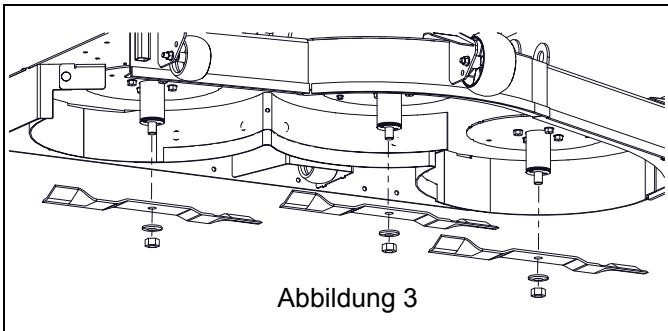

Abbildung 3
- Die drei 5/8" Sechskantmuttern und die Unterlegscheiben entfernen, die die Mähmesser halten, Mähmesser entfernen. Alle Teile außer Mulchkit aufbewahren. Muttern und Unterlegscheiben für die Installation des Kits aufbewahren. Siehe Abbildung 3.